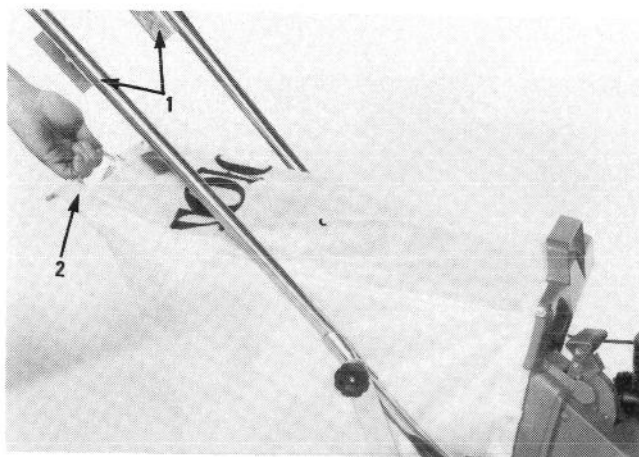

Figure 21
7. ⚠ Lorsque vous devez vider le sac, arrêtez le moteur et attendez que toutes les pièces en mouvement se soient arrêtées. Poussez la poignée de porte d'éjection vers l'avant jusqu'à ce que la cheville s'enclenche dans le loquet. Soulevez ensuite l'arrière du sac hors des supports arrière (Fig. 21), saisissez la poignée avant du sac et enlevez le sac en le levant directement vers le haut pour empêcher les débris d'herbe de tomber hors du sac (Fig. 22).